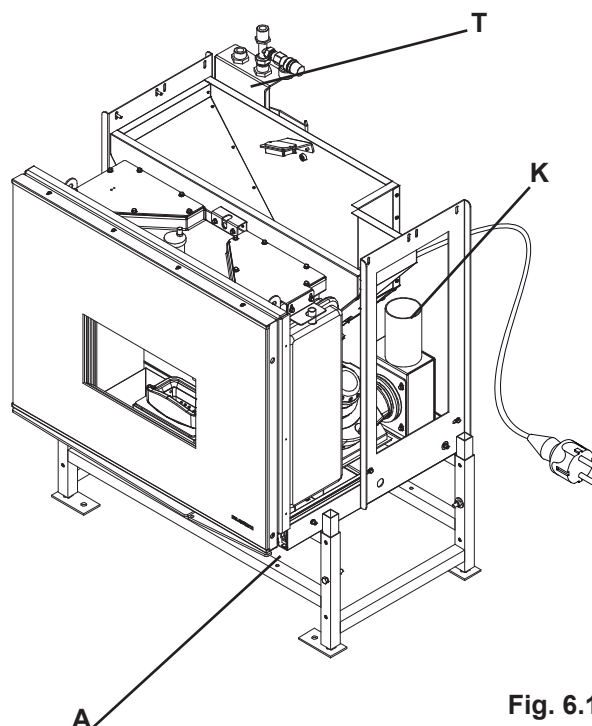
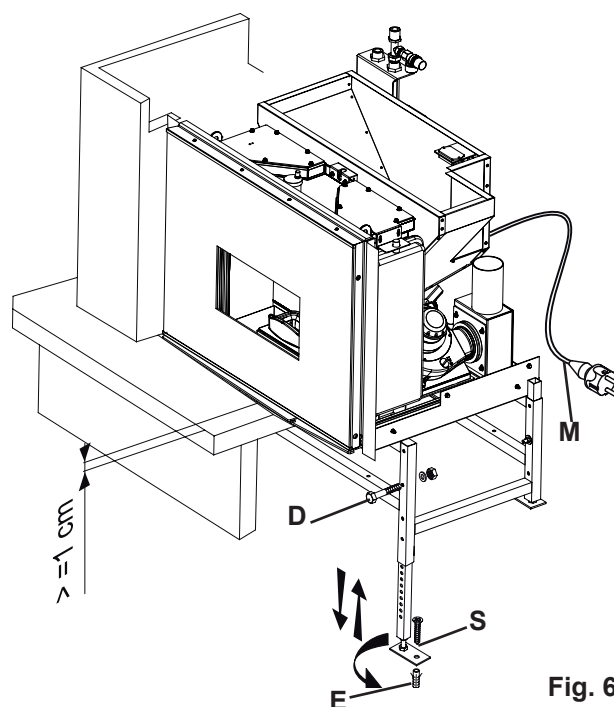

Fig. 6.1
Fig. 6.2
Il telaio d'estrazione è composto di (Fig. 6.1):
Installazione (Fig. 6.1; Fig. 6.2):
- 1) Variare l'altezza della stufa agendo sui bulloni (D) posti sui montanti del telaio;
- 2) Livellare il telaio avvitando o svitando i piedini a zampa d'oca (S).
- 5) Fissare i piedini (S) del basamento con robusti tasselli ad espansione in acciaio Ø 8 mm (E);
- 6) Collegare il collettore di scarico (K) al condotto uscita fumi;
- 8) Prevedere l'arrivo della linea elettrica sul retro della stufa (M);
Il supporto tubi flessibili acqua (T) è posto nella parte posteriore sinistra della stufa. (Fig. 6.1)